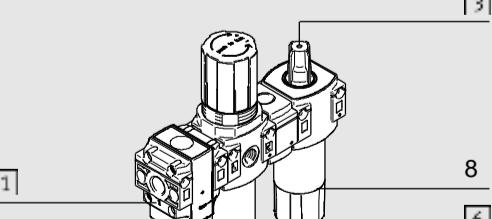
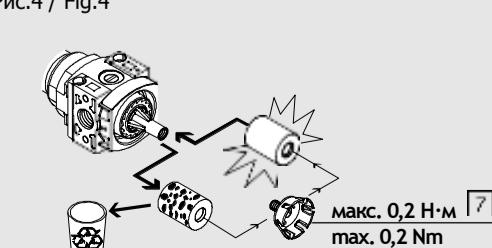

Рис.4 / Fig.4
Рис.5/ Fig.5
- Соблюдайте направление потока от 1 к 2. В качестве ориентира служат цифры 1 (→ рис. 4) на корпусе изделия.
- Вращайте регулировочный винт 3 (→ рис. 4) в колпачке контроля до тех пор, пока не установится требуемое количество масла.
- Замена патрона фильтра (→ рис. 4 и рис. 5):
Если уровень масла находится у нижней кромки стакана маслораспылителя на FRC (→ рис. 4):